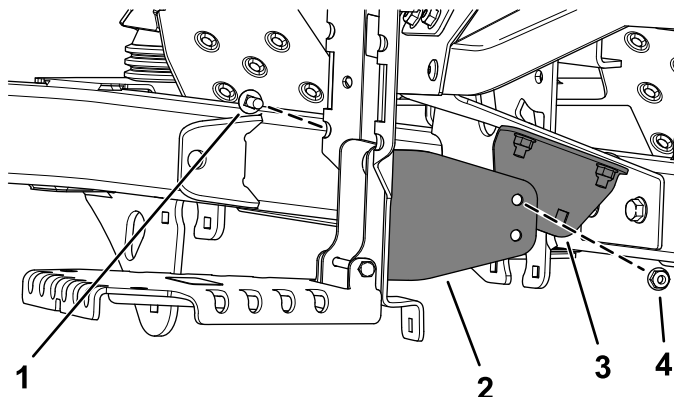

Figura 12
5. Fissate la staffa di supporto inferiore sulla staffa di supporto interna sotto il quadro di comando utilizzando 1 bullone (5/16" x 7/8") e 1 dado (5/16") come illustrato nella Figura 12.